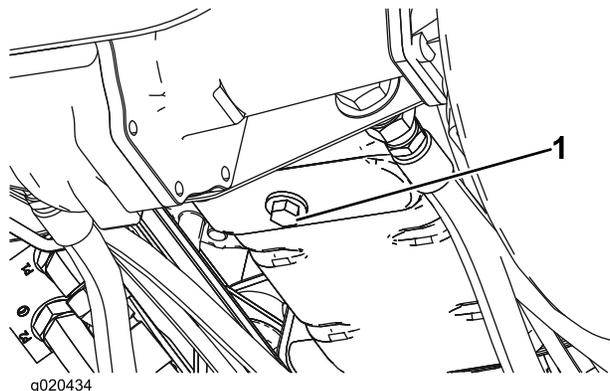

Figura 50
- Togliete il tappo di spurgo (Figura 50) e lasciate defluire l'olio in una bacinella. Quando tutto l'olio cessa di defluire, rimontate il tappo.